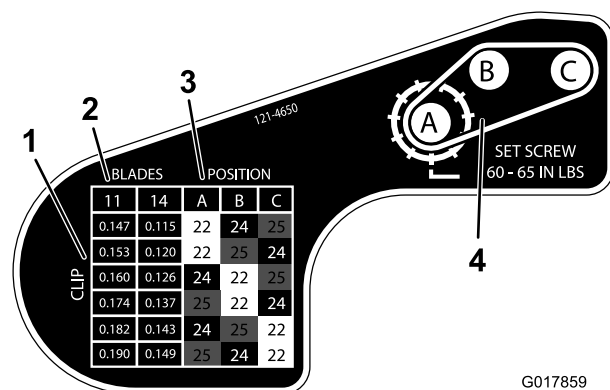

Figura 17
6. Servendovi della tabella sull'adesivo illustrato in Figura 17, determinate l'impostazione di taglio desiderata e quali pulegge dovreste spostare.
9. Montate ciascuna puleggia secondo la configurazione indicata sull'adesivo (Figura 17).